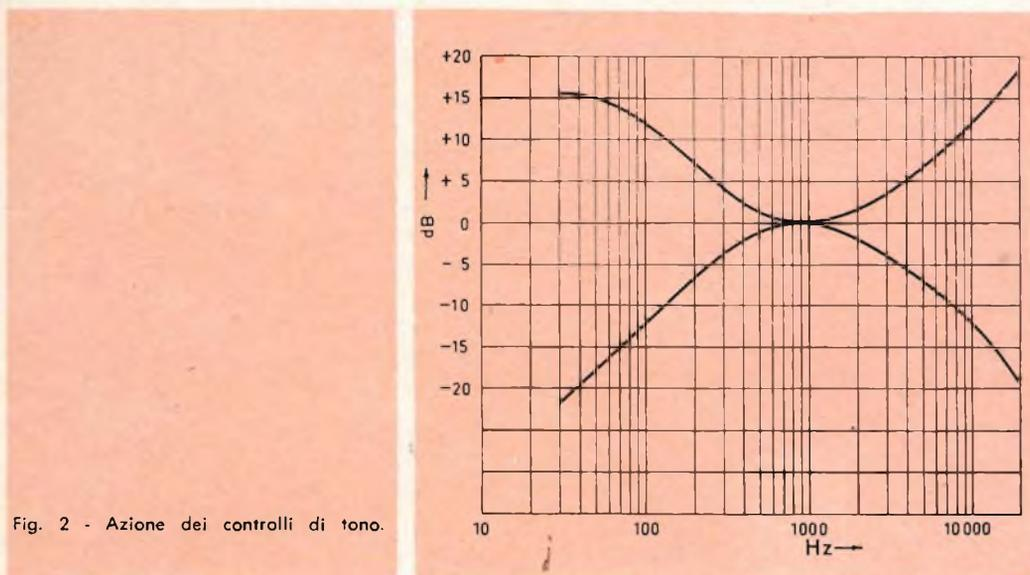

Fig. 2 - Azione dei controlli di tono.
- b) Predisporre l'unità di registrazione in registrazione e, riferendosi alla fig. 2 premere i due interruttori a pulsante denominati « RECORD ». Misurare la tensione ai capi dei due avvolgimenti della testina di cancellazione in corrispondenza dei terminali a) e c) e verificare che la misura ottenuta col voltmetro
L'azione dei controlli di tono è riportata nella fig. 2. La distorsione armonica totale misurata fra 40 Hz e 15 kHz è minore dello 0,1% con una tensione di uscita di 0,5 V. Il rapporto segnale-rumore con ingresso a circuito aperto, il controllo di volume al massimo e il controllo di tono lineare è migliore di 60 dB.